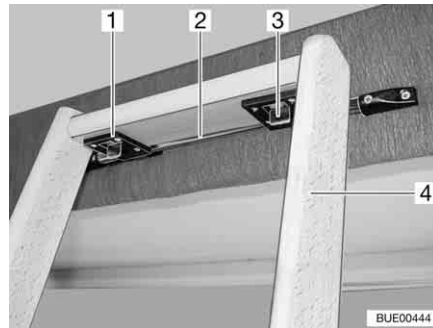

Bild 101 Stege, låsning
- Haka in stegens (Bild 101,4) två krokar (Bild 101,1) i stängens (Bild 101,2) på den höjbara sängens kant.
- Skjut de två spärrarna (Bild 101,3) framåt.